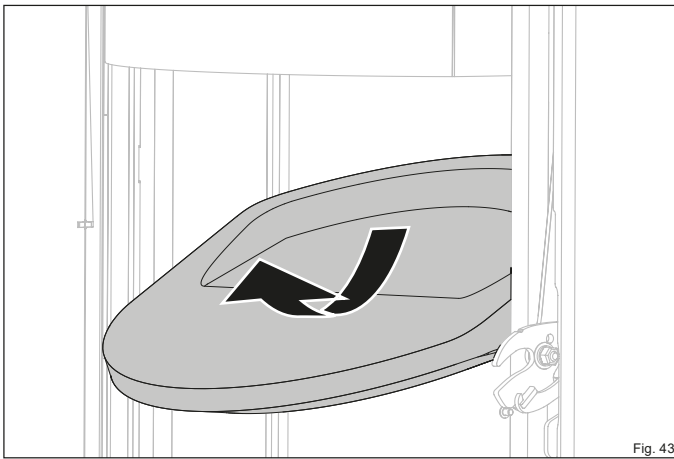

Fig. 43
- ▶ Retirez délicatement la pierre thermique supérieur de son support comme indiqué (Fig. 43).